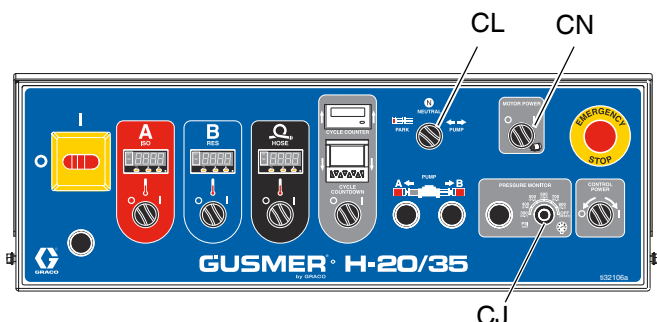

Рис. 39
9. Поверните ручку выключателя контроля давления (CJ) в положение **ВЫКЛ.** См. Рис. 39.
10. Запустите гидравлический двигатель, для чего поверните выключатель питания двигателя (CN) в положение ВКЛ. Затем поверните ручку переключателя управления насосом (CL) в положение НАСОС.